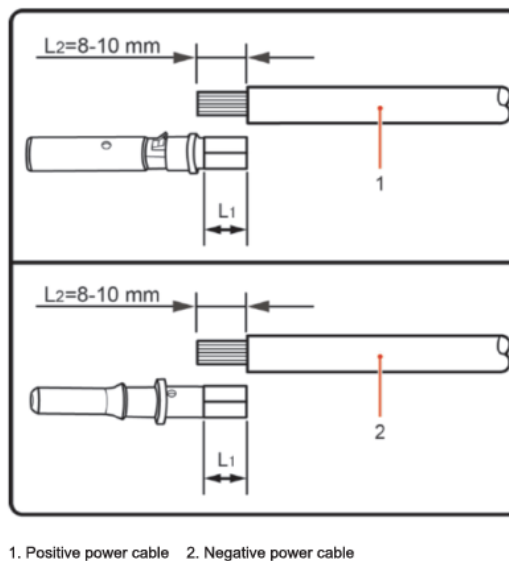

Figura 23 - Connessione dei cavi di potenza DC in ingresso (1)
- 4) Inserire i cavi di alimentazione positivi e negativi spellati rispettivamente nei terminali di metallo positivo e negativo e crimparli utilizzando uno strumento apposito. Assicurarsi che i cavi siano fissati fino a quando non possono essere estratti con una forza inferiore a 400 N, come mostrato nella Figura 23.